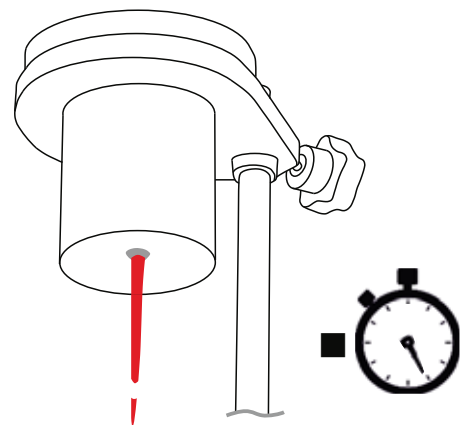

Figura 5
- 8 Observe el flujo de líquido que sale por el orificio y pare el cronómetroa en el momento en que el flujo se rompa por primera vez (Figura 5).